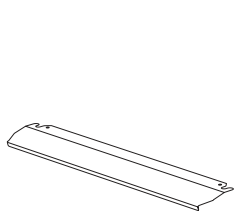

Figure 27
1. Un panneau de sécurité est conçu pour protéger le panneau de commande et les boutons lorsque le four est en mode grill. (Figure 27)